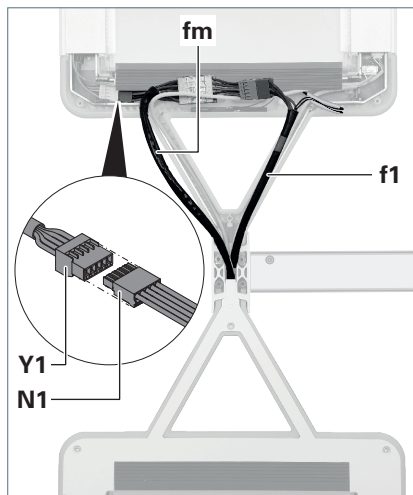

Fig. 22: Collegare la linea di alimentazione.
18. Rimuovere la morsettiera a perno **Y1** dallo scomparto sotto il corpo refrigerante nella testa dell'apparecchio 1, vedere Fig. 22.